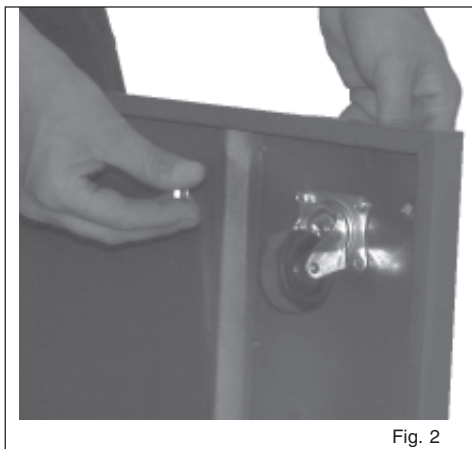

Fig. 2
1. Colocar as rodas nos quatro campos por baixo da base rectangular utilizando os parafusos e as porcas com as respectivas anilhas. Em cada ângulo de suporte de cada roda, introduzir um parafuso em cima através da anilha na base e depois no suporte de cada roda. Apertar a porca com uma chave adequada e uma chave de fendas. Repetir a operação para as outras rodas. As duas rodas giratórias devem ser colocadas do lado dos sacos oposto ao motor (**Fig. 2**).